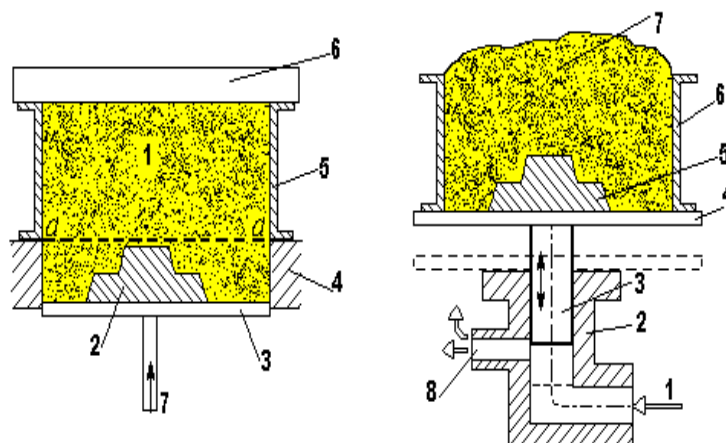

Рис. 2.6. Уплотнение формовочной смеси нижним прессованием (а) и встряхиванием (б)
- Формовочные машины уплотняют смесь различными способами. Уплотнение прессованием показано на рис. 2.6,а).
**Уплотнение встряхиванием** (рис. 2.6,б).